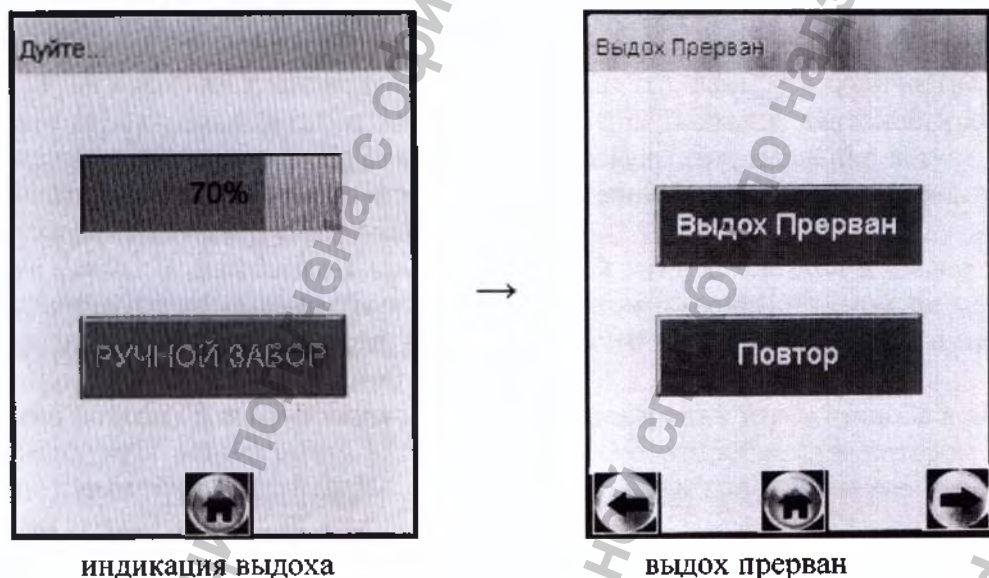

Рисунок 21 – Срыв дыхательной пробы
2.7.20 Если при выполнении 2.7.11 настоящего РЭ проба выдыхаемого воздуха не будет соответствовать требуемым параметрам по расходу или объему (указанным в 1.2.6 настоящего РЭ), т.е. в случае прерывания выдоха, на экране отобразится окно «Выдох Прерван» (рисунок 21, справа).